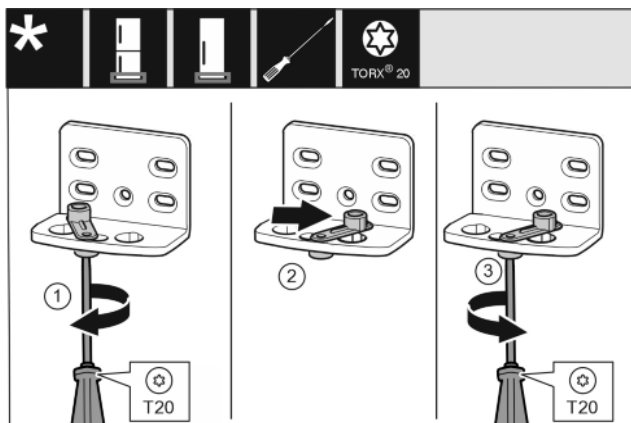

Fig. 14
- ▶ Visser la vis sans serrer avec un tournevis T20. Fig. 14 (1)
- ▶ Soulever le ressort de fermeture et le tourner de 90° à droite dans l'alésage. Fig. 14 (2)
- ▶ Serrer la vis avec un tournevis T20. Fig. 14 (3)